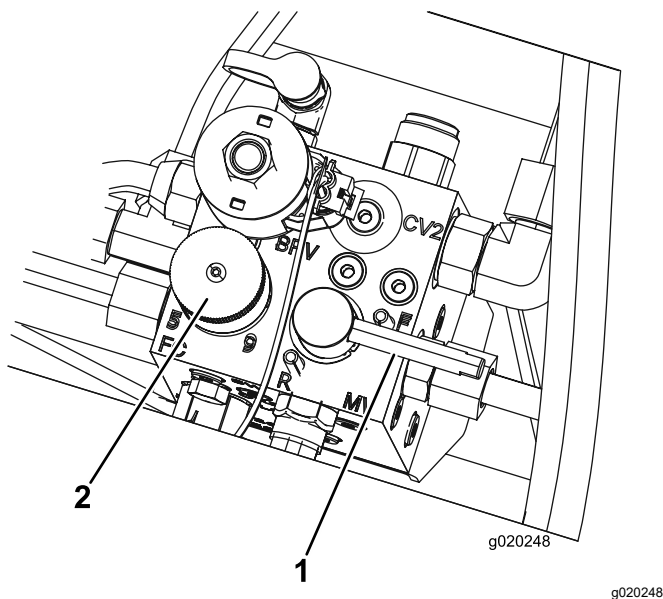

Figura 83
5. Ponga el control de velocidad del molinete en la posición 1 (Figura 83).
6. Mueva la palanca de autoafilado a la posición R (autoafilado) (Figura 83).